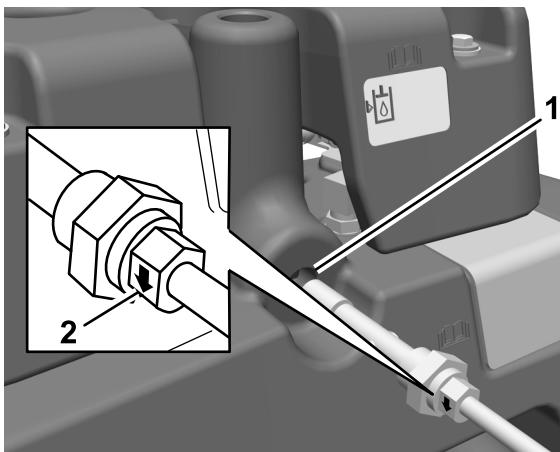

Bild 11
19. Entfernen Sie den Blindstopfen vom Haupthydraulikbehälter (Bild 11).
20. Schieben Sie den O-Ring auf den Sensor für den Hydraulikölstand und befestigen Sie den Sensor im Hydraulikbehälter (Bild 11).
Wichtig: Stellen Sie sicher, dass der Anzeigepfeil an jeder Seite der Mutter, mit der der Sensor für den Hydraulikölstand befestigt ist, nach unten zeigt (Bild 11).